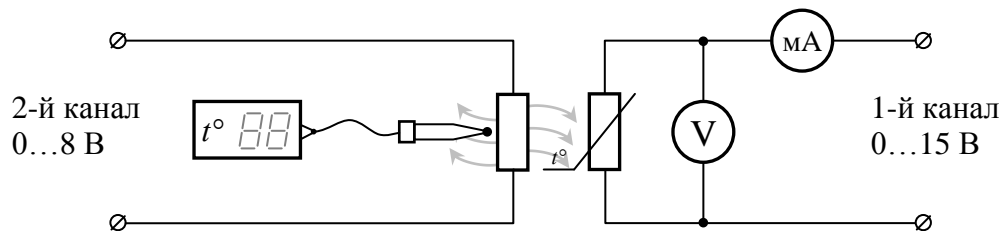

Рис.5. Схема для снятия ВАХ терморезистора
- Не разъединяя нагревательный элемент и терморезистор собрать схему, приведенную на рис.5. Предъявить схему на проверку преподавателю.